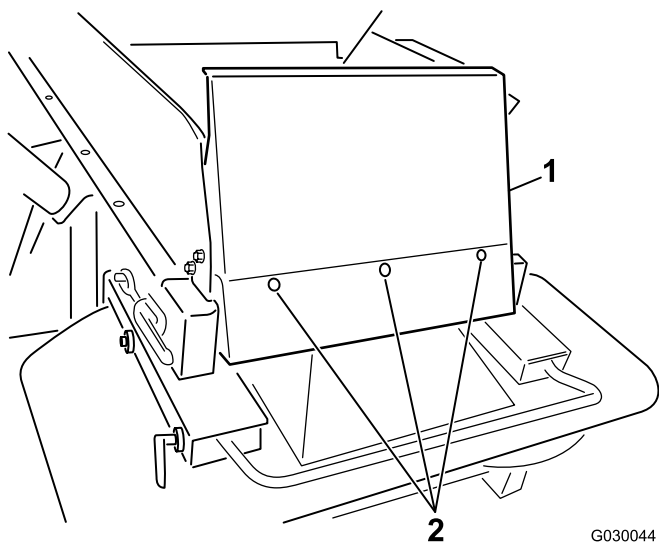

Figura 7
6. Montate la protezione della tramoggia mediante i bulloni a testa tonda (1/4 x 5/8 poll.) e i dadi di bloccaggio in nylon forniti (Figura 7).